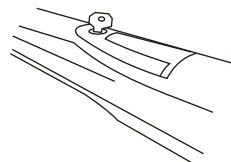

Fig. 9
- Introduire la clé dans le cylindre et la tourner à 90°, voir Fig. 9